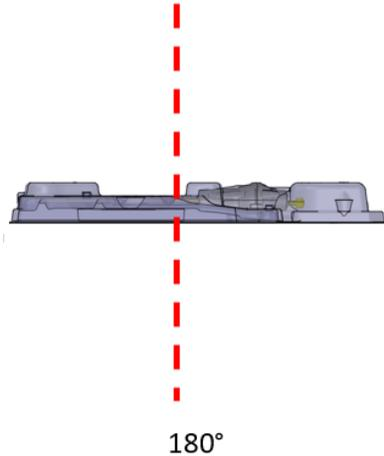

Abbildung 34: UA in 180°-Position
- f. Drehen Sie die UA-Verpackung so, dass die flache Seite nach unten zeigt oder sich in der 180°-Position befindet (*Abbildung 34*). Inspizieren Sie den UA sorgfältig durch die Kunststoffverpackung, und vergewissern Sie sich, dass sich in der Verpackung keine Wasserreste mehr befinden, die auf eine Undichtigkeit hindeuten würden. Wenn Sie Wasser sehen, ist der UA defekt und darf nicht verwendet werden. Nehmen Sie eine neue UA-Verpackung und wiederholen Sie die UA-Vorbereitung.